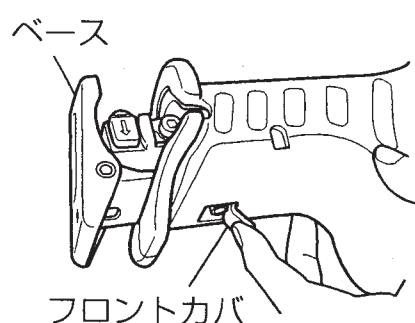

図 13
- (1) フロントカバを図 13 のようにめくってください。